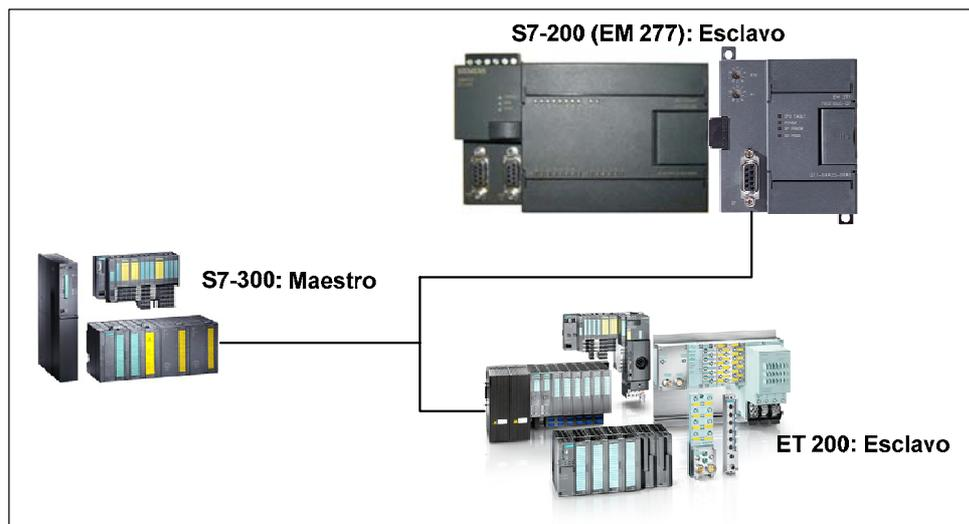

Figura 98: Red PROFIBUS [17]
2.3.2. Módulo EM 277 PROFIBUS-DP. El protocolo PROFIBUS se ha diseñado para la comunicación rápida con unidades periféricas descentralizadas (E/S Remotas). Por lo general, las redes PROFIBUS incorporan un maestro y varios esclavos (Ver figura 98). La configuración del maestro permite detectar los tipos de esclavos conectados así como sus respectivas direcciones.